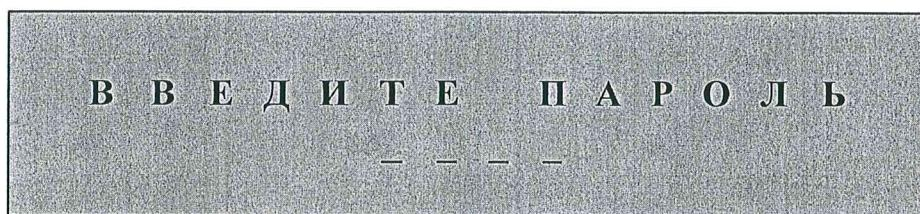

Рисунок 13 – Запрос ввода пароля
7.8.2 При любой попытке работы с клавиатурой на ЖКИ «выводится» запрос, приведенный на рис. 13.
С помощью кнопок клавиатуры введите пароль. Если пароль введен правильно, то на ЖКИ появится настроочное меню, в противном случае на индикаторе вновь появится запрос ввода пароля (рис. 13).